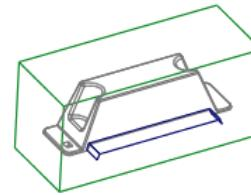

图 12.42 完成后的延伸曲面
③ 单击 **√** 按钮, 完成后的延伸曲面如图 12.42 所示。